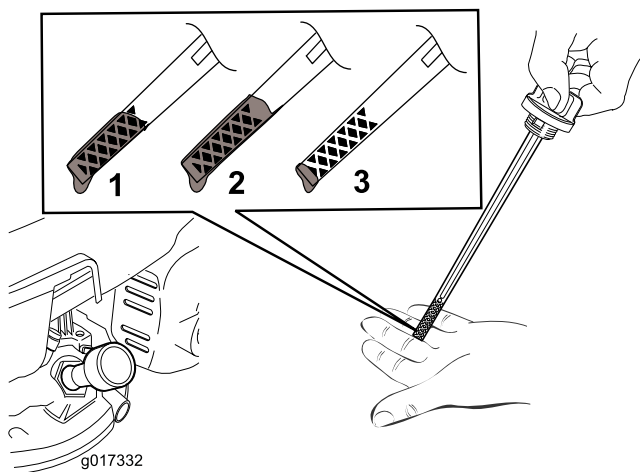

图11
5. 要确定量油尺上的机油油位是否合适，请参阅图11）。
**注意：** 向发动机曲轴箱添加机油，直到量油尺显示机油油位达到图11中所示的正确位置。如果发动机加注机油过多，则需要按照“更换机油”一节的说明，放掉多余机油。